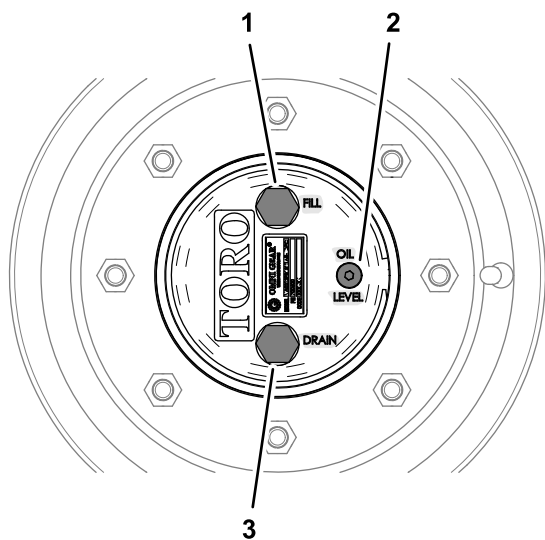

Figura 91
1. Cu maina pe o suprafață plană, poziționați o roată astfel încât bucul de umplere se afle la cea mai înaltă poziție (ora 12), iar bucul de golire la cea mai joasă poziție (ora 6) (Figura 91).
1. Cu mâna pe o suprafață plană, poziționați o roată astfel încât buonul de umplere să fie la cea mai înaltă poziție (ora 12), iar buonul de golire la cea mai joasă poziție (ora 6); consultați Figura 91 din Verificarea lubrifiantului pentru angrenajul planetar \(Pagină 71\).